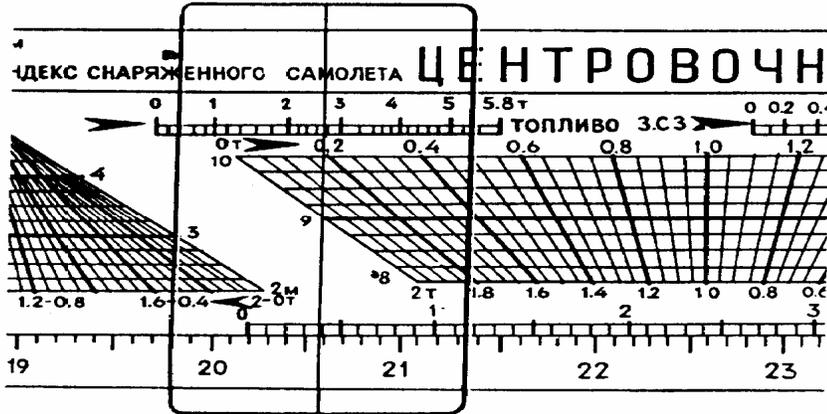

Рис. 2.27. Линейка. Положение "18" движка.
- визирная линия бегунка перемещается с деления топлива на взлете 4742 кг на деление топлива 2742 кг (рис. 2.27).